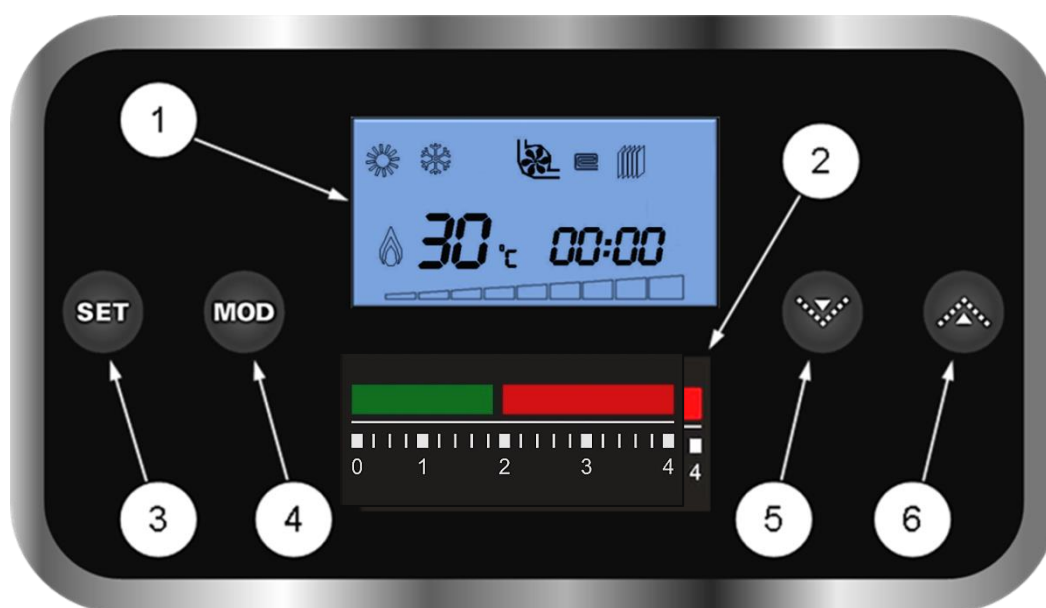

Рис. 17 Панель управления котлом
На передней панели котла расположена панель управления (См. Рис. 17).
- Проверьте по манометру (См. Рис. 17) на панели управления котлом давление теплоносителя в котле и СО. Давление должно быть в пределах от 1,3 до 1,5 бар.